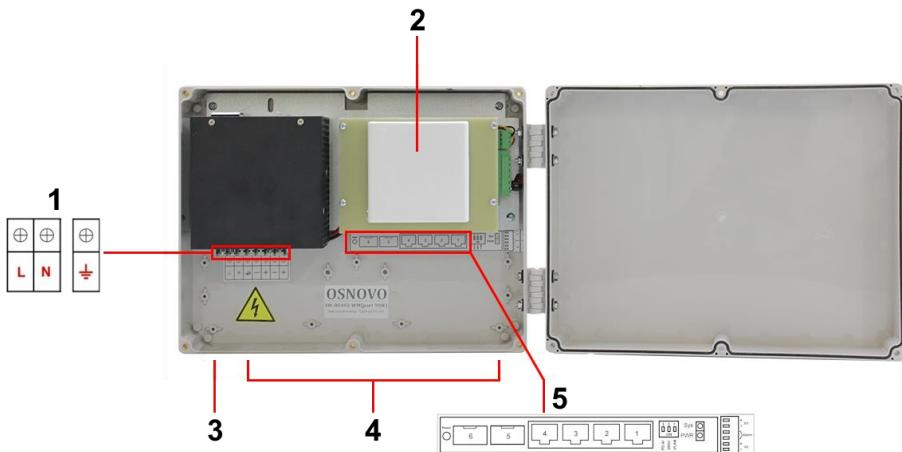

Рис. 4 Подключение уличного коммутатора SW-80402-WM(port 90W)
1. Проденьте кабели витой пары через соответствующие отверстия гермоводов (4) снаружи внутрь бокса (рис.4).